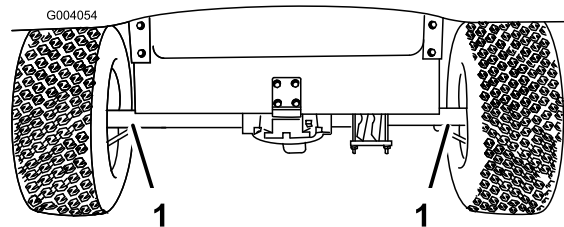
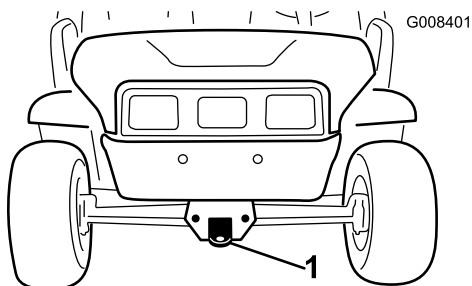

図 21
図 22
長距離を運ぶ場合にはトレーラを使用してください。必ず確実に固定して輸送してください。ロープがけのポイントについては図 21 と 図 22 を参照してください。
2. 前フレームのトングにロープなどの牽引索を取り付ける（図 22）。